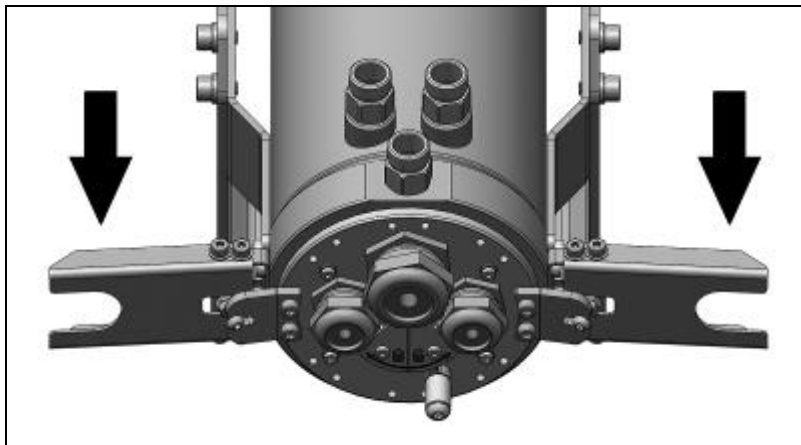

Abbildung 35: Öffnen der Spannscharniere
5. Zur Demontage verfahren Sie in umgekehrter Reihenfolge (**Abbildung 35**).